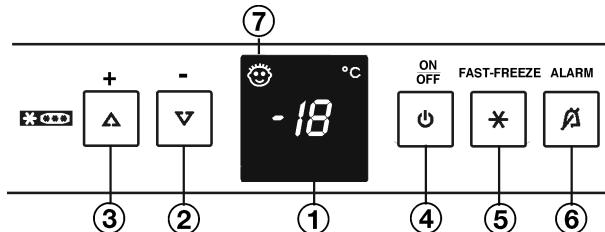

Fig. 2
- ▶ Toets On/Off Fig. 2 (4) indrukken.
- ▶ Instelmodus activeren: toets Fast-Freeze Fig. 2 (5) ca. 5 s indrukken.
- ▶ Met insteltoets "+" Fig. 2 (3) en insteltoets "-" Fig. 2 (2) h kiezen.
▶ Bevestigen: toets Fast-Freeze Fig. 2 (5) kort indrukken.
▶ Display lichter instellen: insteltoets "+" indrukken Fig. 2 (3).
▶ Display donkerder instellen: insteltoets "-" indrukken Fig. 2 (2).